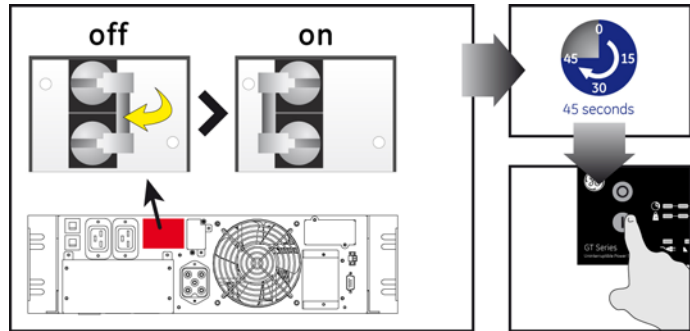

рис. 4.2.1
2. Переведите входной автоматический выключатель в положение "On" (рис. 4.2.1).
2. Переведите последовательно входные автоматические выключатели всех ИБП в положение "On" (рис. 4.2.1).